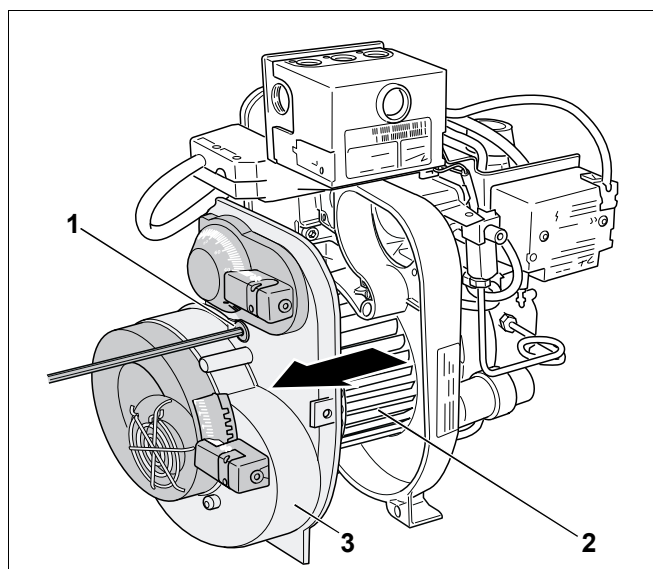

Рис. 13 Осмотр крыльчатки вентилятора
- Ослабить винт с внутренним шестигранником (SW 4) (рис. 13, поз. 1).
- Снять крышку корпуса (рис. 13, поз. 3).
- Проверить загрязнение крыльчатки вентилятора (рис. 13, поз. 2), при необходимости очистить или заменить.